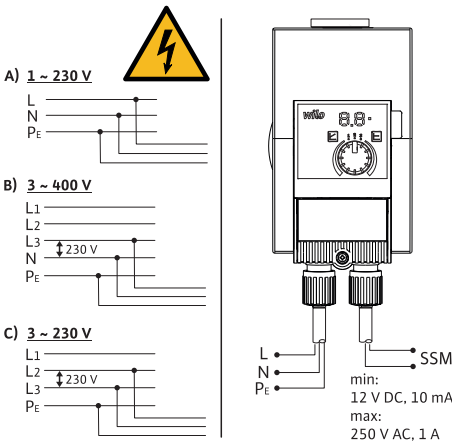

Fig. 3: Варианты подсоединения к электросети
- Подключать к низковольтным сетям 230 В. При подсоединении к сетям IT (конфигурация сети Isolé Terre) обязательно убедиться, что напряжение между фазами (L1-L2, L2-L3, L3-L1 → Fig. 3) не пре-